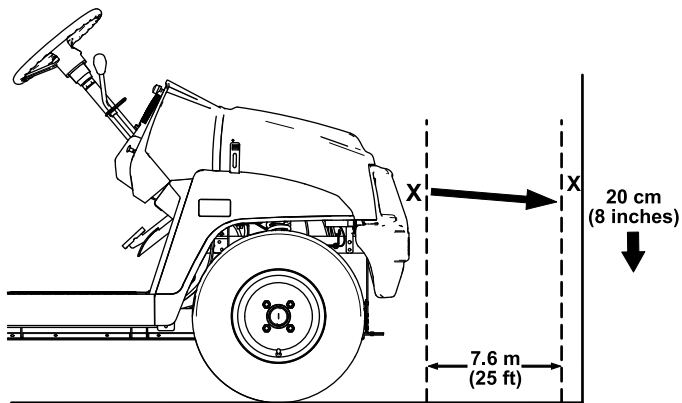

Figure 44
1. Garez la machine sur une surface plane et horizontale avec les phares à environ 7,6 m (25 pi) devant un mur (Figure 44).
La partie la plus brillante du faisceau doit se trouver 20 cm (8 po) en dessous du repère que vous avez fait sur le mur (Figure 44).